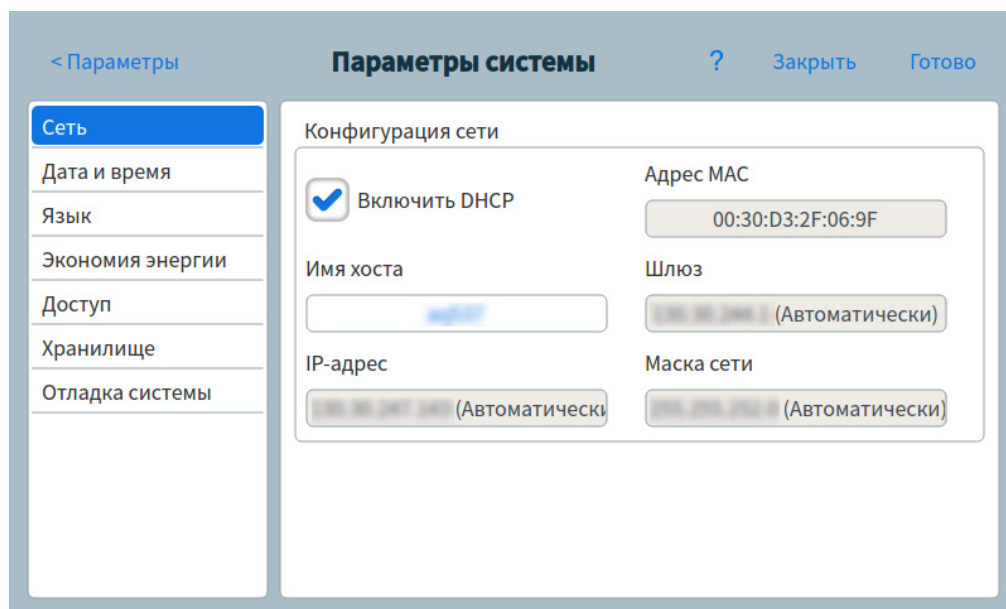

Рис. 41 Страница конфигурации сети
- 1 На странице системных параметров нажмите кнопку выбора страницы **Сеть**. Появится страница конфигурации сети. См. Рис. 41.